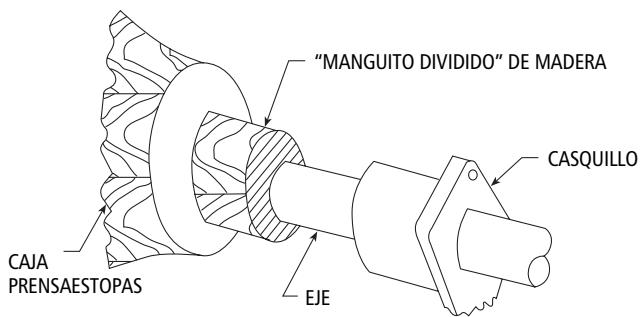

Figura 9
4. Para empacar la caja prensaestopas, instale los anillos de empaque y el aro de linterna en la secuencia siguiente. Instale dos anillos de empaquetadura, luego el aro de linterna, y luego los tres anillos de empaquetadura restantes. Instale cada anillo por separado y asíntelo firmemente. Se recomienda el uso de un manguito dividido de madera para esta operación. Vea la figura 9. Use el casquillo para mover el manguito y el anillo dentro de la caja. Alterne las juntas en cada aro 90°. Asegúrese de que la toma embutida en la caja prensaestopas se alinea con el centro del aro de linterna. Los anillos extra son de repuesto.